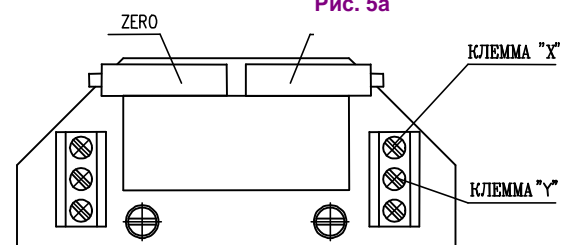

Рис.6
**4.4.2 EPV - 3-проводниковое включение (рис.6, 6а)**
- Установите омический датчик на основании инструкций в предыдущей главе так, что омическую величину измеряйте на клеммах **X-Y** или **0%-100%** (рис.6,6а) (употреблен датчик с сопротивлением 2000Ω или 100Ω).
Рис.6а